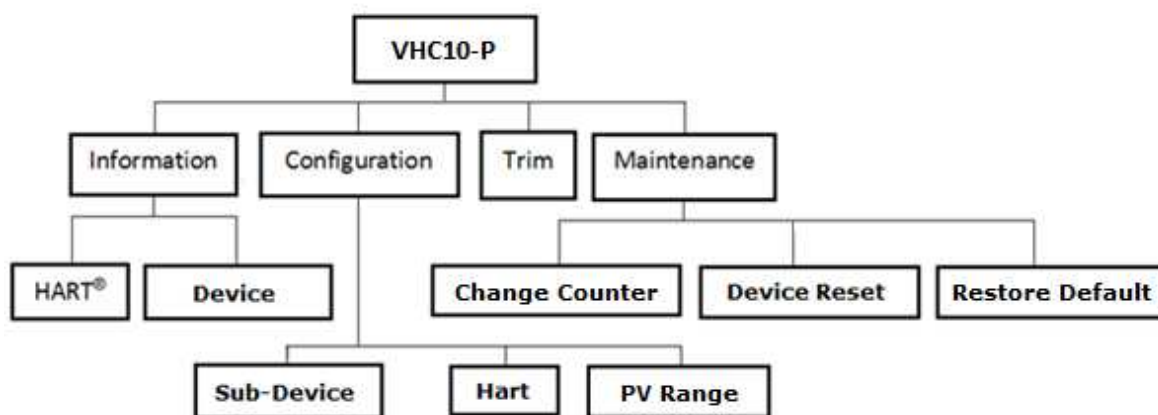

Figura 3.3 – Árvore de programação do VHC10-P.
A árvore de programação é uma estrutura em forma de árvore com um menu de todos os recursos de software disponíveis, como mostrado na figura 3.3.
As figuras a seguir mostram algumas das telas do DTM do VHC10-P utilizando a interface VCI10-UH da Vivace com o PACTware®. Note que o diretório com os menus disponíveis para o DTM (*OnLine Parameterize*) segue o formato da árvore de configuração exibida no item 3.4 (figura 3.3).